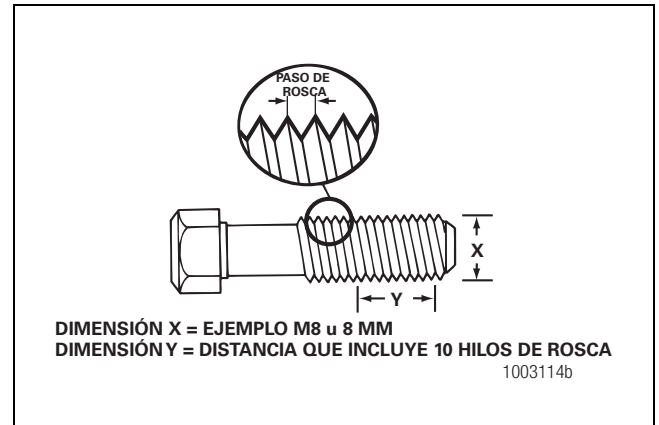

Figura 8.2
1. Mida el diámetro de las roscas en milímetros (mm), dimensión X. Figura 8.2.
2. Mida la distancia en milímetros (mm) de 10 hilos de rosca, de punta a punta, dimensión Y. Anote la dimensión Y. Figura 8.2.